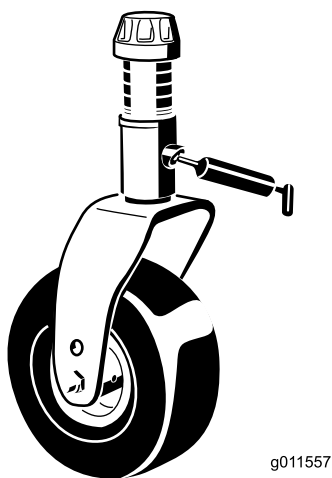

Figure 41
- 2 bagues d'axe de chape de roue pivotante (Figure 41)